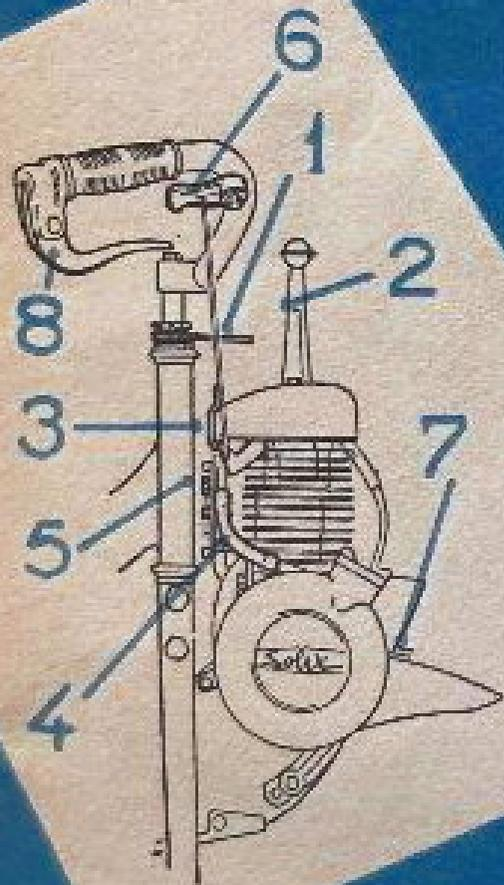

Abb. 1
— Den Ausrückhebel (2) aus dem an der Lenkstange (Abb. 1) befindlichen Halten (1) ausklinken und so den Motor auf den Reifen drücken.
— Bei kaltem Motor die Luftklappe am Vergaser schliessen, indem man den Hebel (3) nach links verschiebt (Abb. 1). Sowie der Motor nach einigen Metern läuft, den Hebel (3) wieder in die normale Stellung zurückschieben.
- **Anlassen** : Dekompressionshebel tief aufdrücken (6 Abb. 1) und treten. Nach einigen Metern den Hebel loslassen. Motor springt an...
- **Verlangsamen** : Den Gashebel nach rechts legen (8 Abb. 1).
- **Abstellen des Motors** : Den Dekompressionshebel festdrücken (6 Abb. 1).
- **Leichtes Bergauffahren** : Gerade genug treten, um den Motor zu unterstützen. Bei starken Steigungen kann der Motor auf Grund der Kupplung in ihrer Gleitstellung weiterhin mit der Drehzahl laufen, mit der er die grösste Unterstützung gibt; dem nicht entgegenwirken. Achtung ! Ausrückhebel Abb. 1 (2) nur im Stand bei stehendem Motor betätigen. Wenn Sie mit hochgestelltem Motor bergabfahren, drücken Sie ihn nicht auf das Rad herunter, bevor die Geschwindigkeit 10 km/h nicht mehr übersteigt.